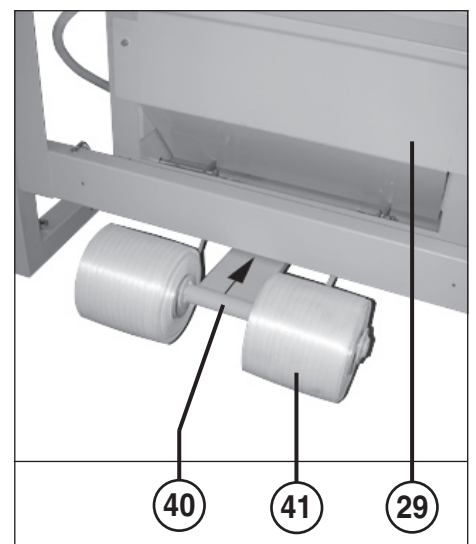

Abb. 5
- 29 = Abdeckblech (Abb. 5)
- 40 = Bandrollenhalter (Abb. 5)
- 41 = Bandrolle (Abb. 5 und 17)
MONTAGE DER BANDROLLEN (Abb. 5):